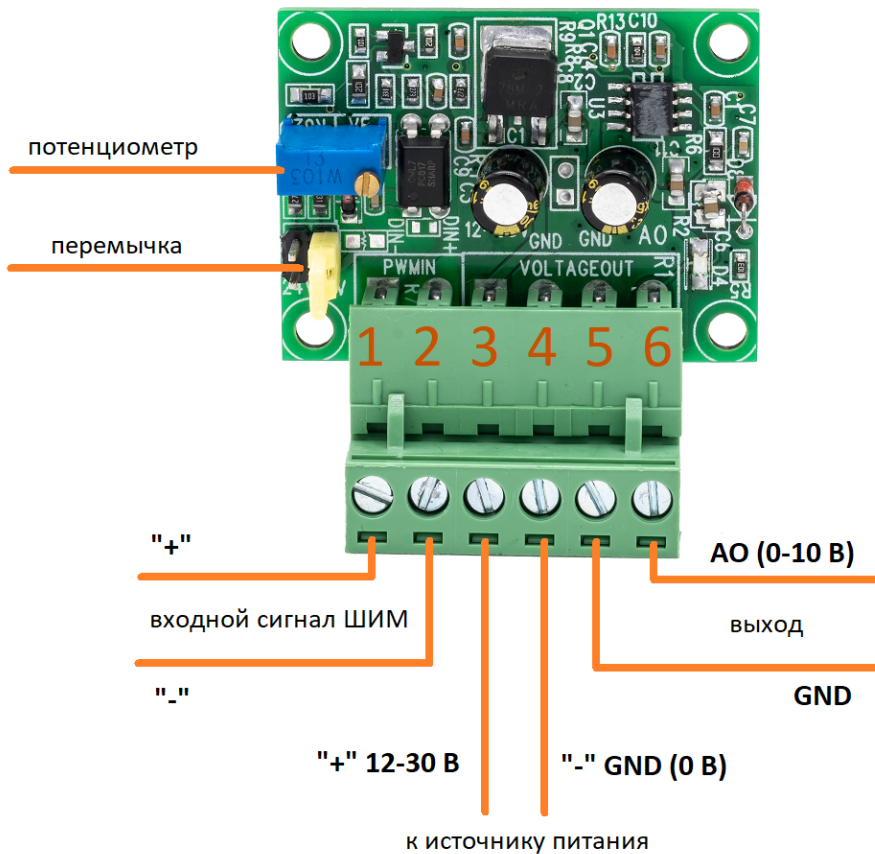

Рис. 1. Схема подключения к конвертеру ШИМ в напряжение
1. Для выбора амплитуды входного сигнала ШИМ (5 В или 24 В) на плате имеется перемычка (рис. 1).
5. Для калибровки и согласования входного сигнала ШИМ с разными частотами используется потенциометр (рис.1).